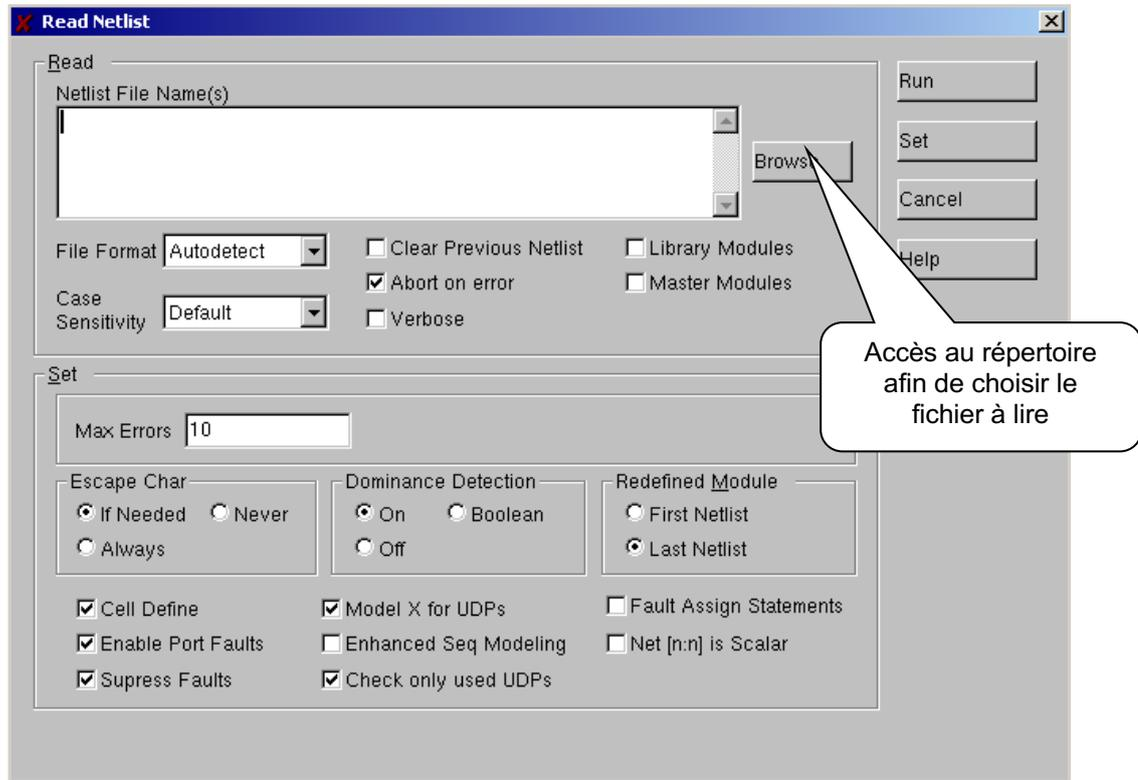

Figure 2 : Fenêtre de lecture de fichier
- Lecture de la description du circuit : A l'aide du bouton *NetList* vous obtenez la fenêtre présentée sur la Figure 2. A partir de cette fenêtre, vous devez choisir les fichiers d'entrées, c'est-à-dire la bibliothèque et la description du circuit. Dans un premier temps, vous devez lire le fichier *lib\_comb.v* en cochant *Library Modules*.